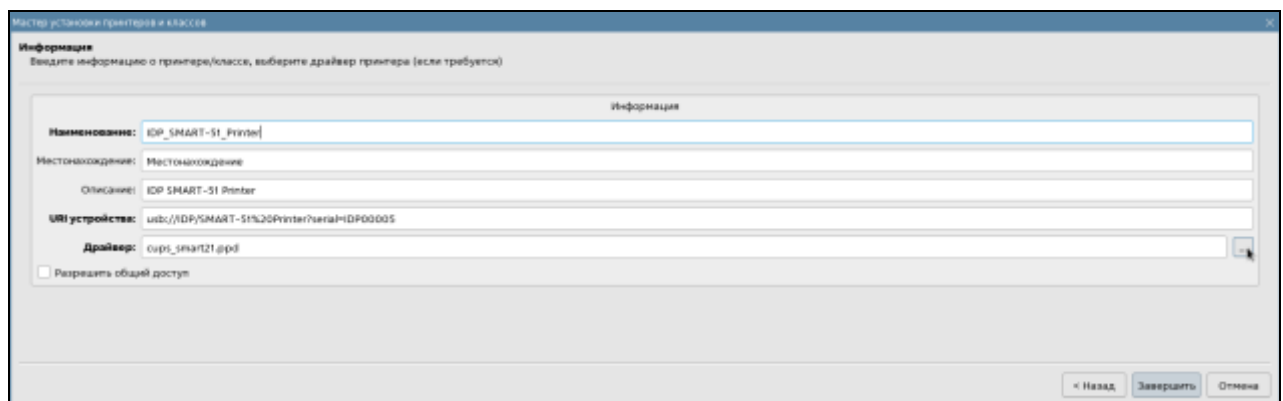

Рисунок 5 — Мастер установки принтера. Запуск меню выбора драйвера
6) На странице **Информация** ввести необходимую информацию о местонахождении принтера и описание. В строке Драйвер вызвать меню выбора драйвера по кнопке [...] (Рисунок 5);